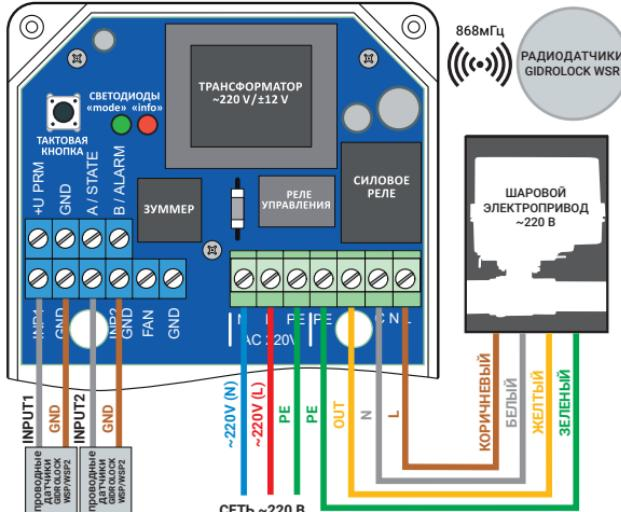

Рис. 3. Схема подключения шарового электропривода GIDROLOCK на напряжение питания 220 В и проводных датчиков протечки воды GIDROLOCK WSP или WSP2.
**5.2 Проводные датчики протечки воды WSP** подключаются к клеммам: INPUT1 и GND – первая зона контроля, INPUT2 и GND – вторая зона контроля (рис. 3 и 4).
**5.3 Шаровой электропривод GIDROLOCK с напряжением питания 220В** подключается к блоку управления согласно схеме, приведенной на рис. 3. Для подключения большего количества электроприводов возможно использовать дополнительные клеммные блоки и монтажные коробки.